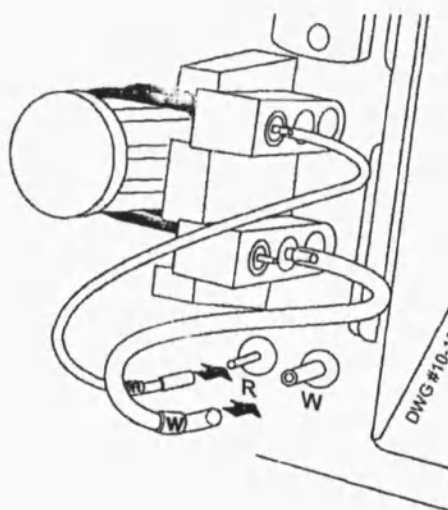

Рисунок 11. Соединение трубок насоса, трубки реагента и отходов.
5. Подсоедините концы трубки к обозначенным выходам референсного электрода и перистальтического насоса. (См. рисунок 11.)